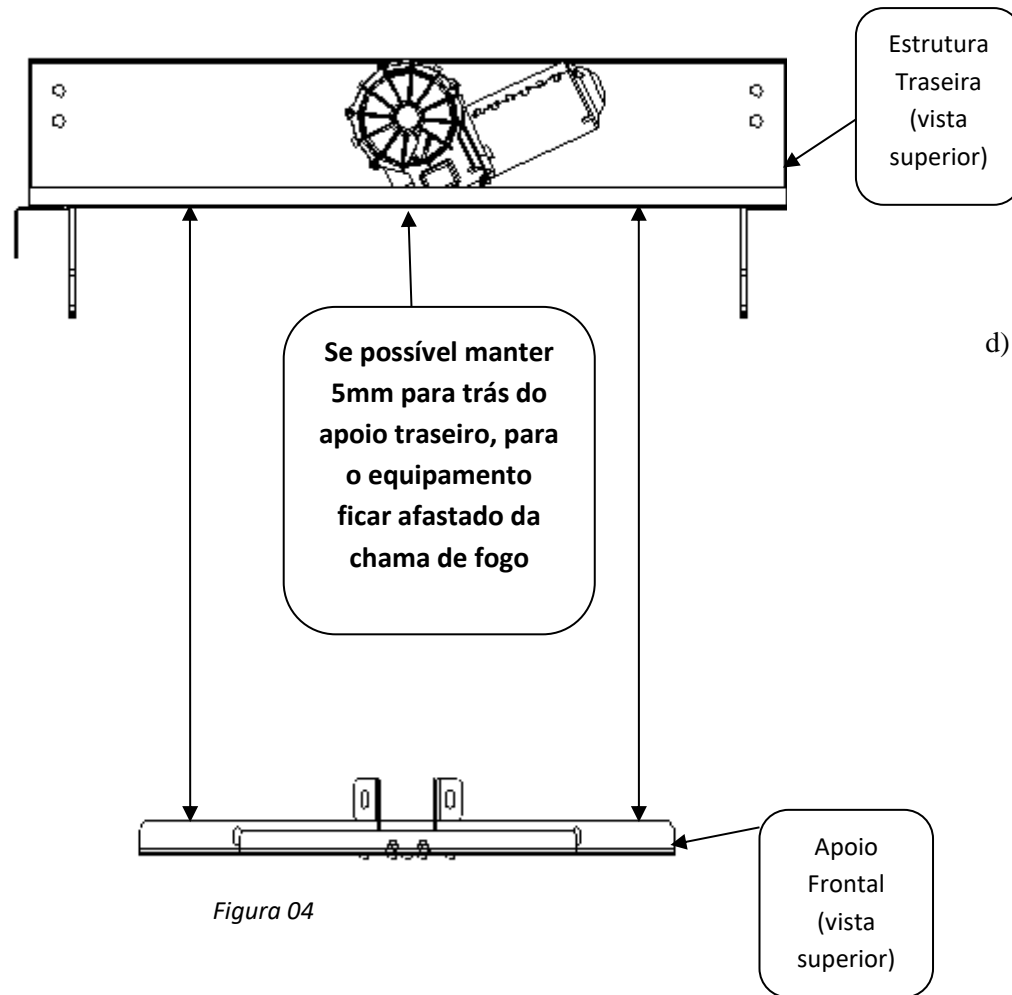

Figura 04
b) Ao instalar o Apoio Frontal, responsável por sustentar os espetos, posicione de forma a ficar alinhado e paralelo com os encaixes traseiros dos espetos, deixando-a centralizada no muro frontal de sua churrasqueira, evitando que os mesmos fiquem descentralizados. Vide figura 04.